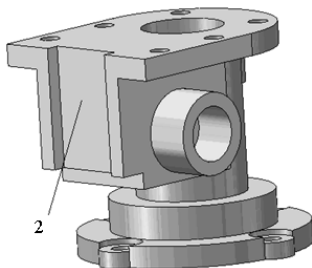

图 7-109 拉伸侧面凸台孔
3) 拉伸侧面凸台孔。单击“特征”工具栏中的 (拉伸凸台/基体) 按钮，或选择菜单栏中的“插入”→“凸台/基体”→“拉伸”命令，拉伸草图生成实体，设置拉伸深度为 16 mm，效果如图 7-109 所示。
1) 设置基准面。单击图 7-109 所示的面 2, 然后单击“标准视图”工具栏中的 (正视图) 按钮, 将该表面作为绘图基准面。
1) 设置基准面。单击图 7-109 所示的面 2, 然后单击“标准视图”工具栏中的 (正视于) 按钮, 将该表面作为绘图基准面。